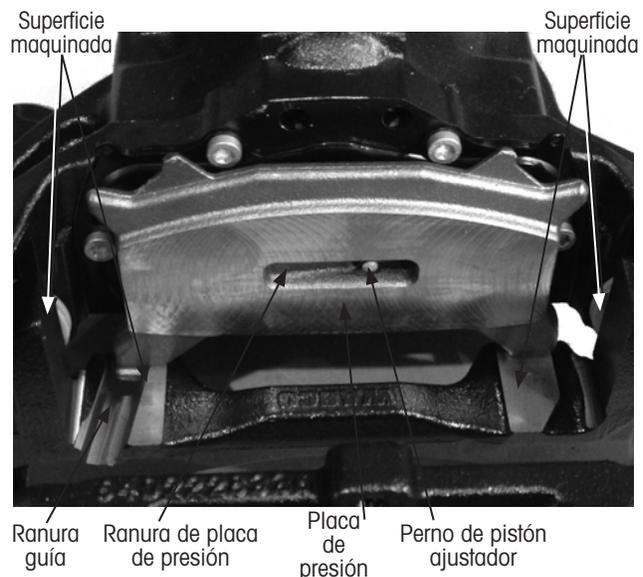

Figura 31: Instalación de placa de presión
**AVISO:** La placa de presión (Figura 31) debe estar siempre bien colocada en la ranura guía y es para cubrir completamente las superficies maquinadas que se muestran en la (Figura 31). De lo contrario, la placa de presión podría deslizarse fuera de su posición.
2. **Inserte** la placa de presión en el caliper de freno (Figura 31).